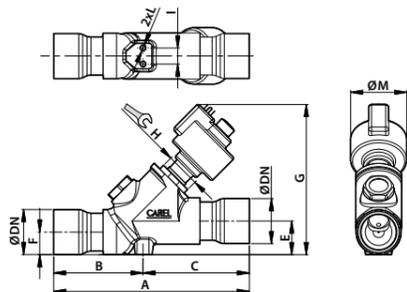

Fig. 4
5. Tighten the steel cartridge to the special threaded socket in the valve body using fork spanner (for the size see Fig. 4), making sure the O-ring is fitted to ensure hermetic tightness. Tighten the cartridge by pressing the ring against the valve body with a recommended torque of 30-35 Nm for E⁵V and E⁶V or 35-40 for E⁷V (Fig. 2.3). Warning! If the threaded rod comes completely out of the cartridge, proceed as follows:
- Visser la cartouche en acier au corps du détendeur dans son emplacement fileté spécial avec une clé à fourche (pour la dimension, voir fig. 4) en vérifiant l'insertion correcte du joint «O-ring», qui garantit son étanchéité. Serrer la cartouche en situant la bague en butée sur le corps vanne avec un couple de serrage conseillé de 30-35 Nm pour E^{5V} et E^{6V} ou de 35-40 pour E^{7V} (Fig. 2.3).
- Den Stahleinsatz in der speziellen Gewindeausparung des Ventilkörpers mit einem Gabelschlüssel (für die Größe siehe Fig. 4) verschrauben; überprüfen, dass der O-Ring, der die hermetische Dichtigkeit garantiert, befestigt ist. Den Einsatz am Ventilkörper mit einem Drehmoment von 30-35 Nm für E^{5V} und E^{6V} oder 35-40 für E^{7V} festschrauben (Fig. 2.3).